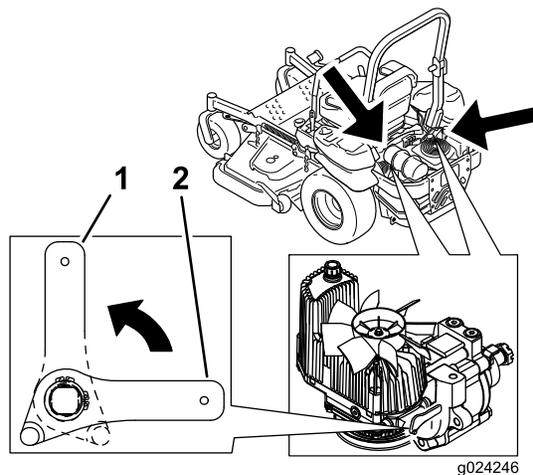

Figura 32
2. Gire las palancas de las válvulas de desvío a la posición vertical para empujar la máquina. Esto permite que el fluido hidráulico se desvíe alrededor de la bomba, dejando que las ruedas giren (Figura 32).
4. Gire las palancas de las válvulas de desvío a la posición horizontal para conducir la máquina (Figura 32).